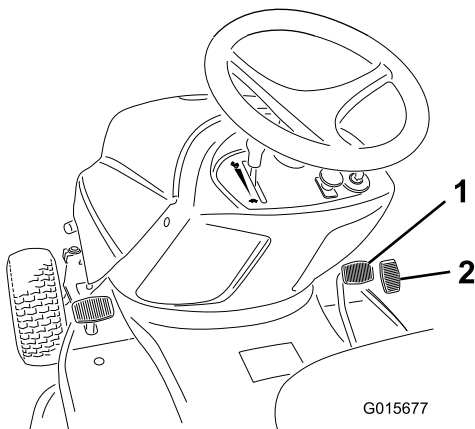

Figure 15
2. Posez le pied sur la pédale de déplacement et appuyez lentement dessus pour avancer (Figure 15).
2. Posez le pied sur la pédale de déplacement en marche arrière et appuyez lentement dessus pour reculer (Figure 15).